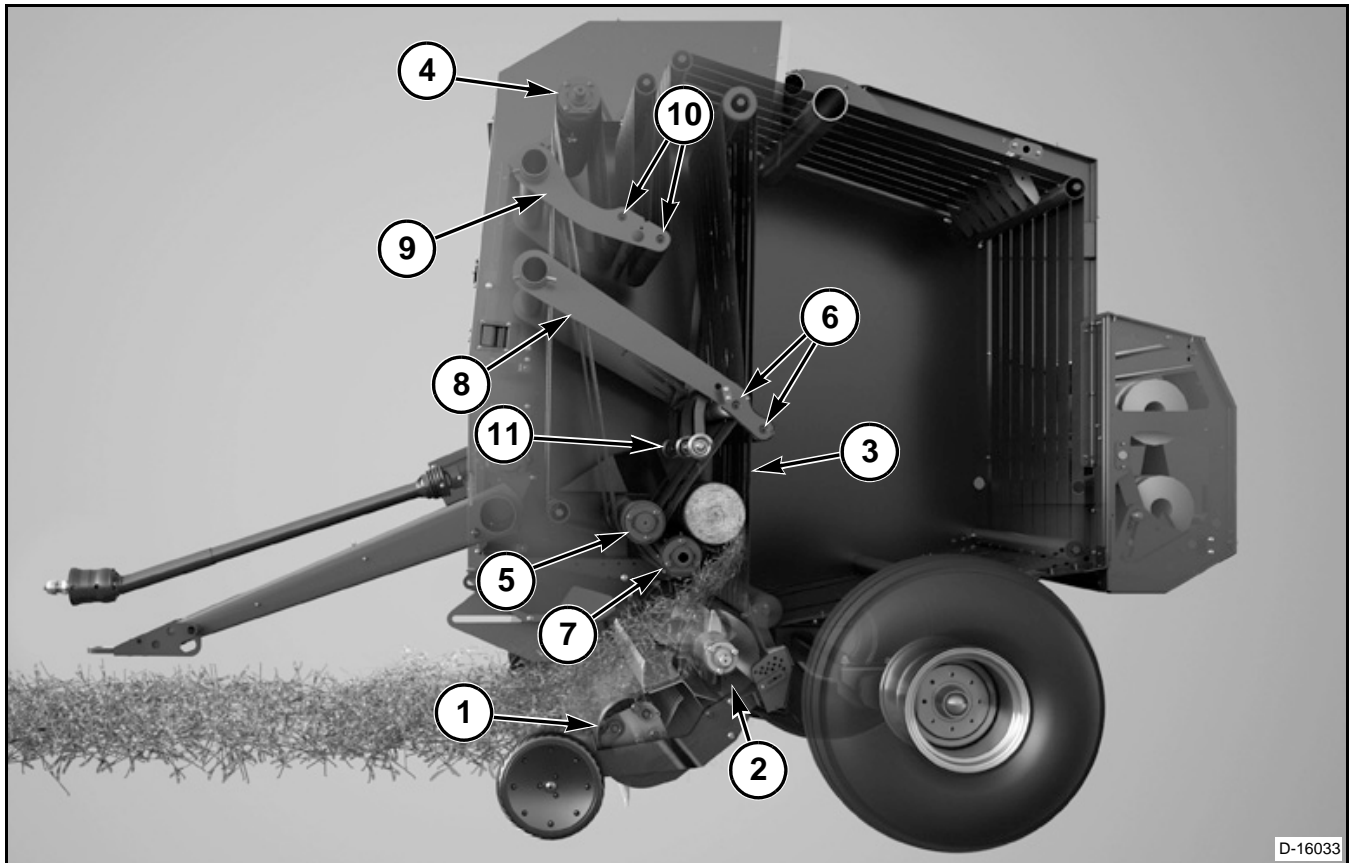

FIG. 23
FIG. 23: El recolector (1) introduce en la enfardadora la cosecha previamente dispuesta en hileras. Los sinfines del lado izquierdo y del lado derecho (2) trasladan la cosecha a la abertura de la cámara. El montaje de la máquina de relleno alimenta la cosecha en la parte inferior de la cámara de fardos de garganta abierta. En la cámara de fardos, el producto cosechado entra en contacto con las correas de formación (3), que se mueven hacia arriba. Los rodillos de impulsión superior (4) e inferior (5) accionan las correas de formación de fardos. Las correas de formación llevan el producto cosechado hacia la parte superior de la cámara de inicio, formada por los rodillos del mecanismo de densidad del fardo delantero y trasero (6). El movimiento de las correas de formación de fardos gira la cosecha hacia abajo contra el rodillo de inicio (7). Se forma el núcleo y empieza a enrollarse.